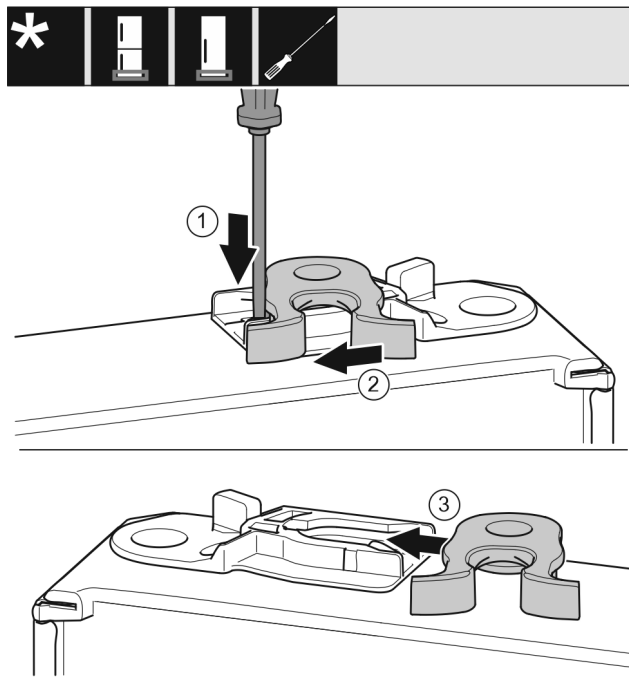

Fig. 20
- ▶ Spingere verso il basso la linguetta Fig. 20 (1) con il cacciavite a intaglio.
- ▶ Estrarre il gancio di chiusura Fig. 20 (2) dalla guida.
- ▶ Spostare il gancio di chiusura Fig. 20 (3) sull'altro lato nella guida.